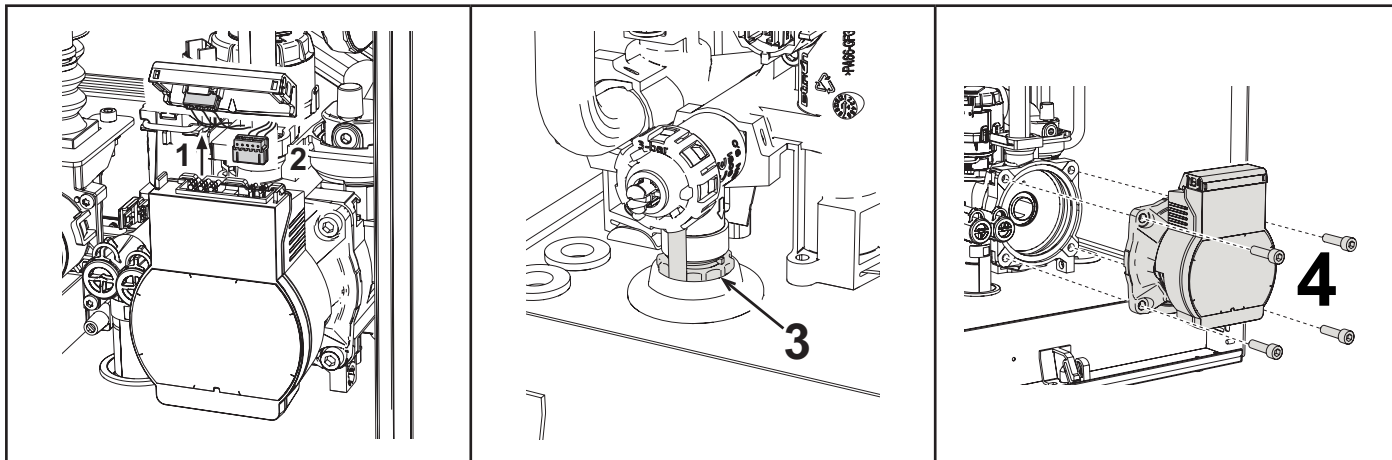

fig. 186 - Sostituzione/manutenzione circolatore
- Sconnettere elettricamente il circolatore sbloccando le connessioni alzando il particolare "1" di fig. 186.
- Svitare e togliere il gruppo motore del circolatore ("4" di fig. 186.)